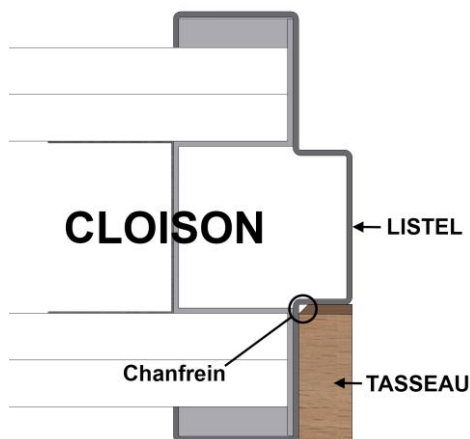

Figure 1
- **Tasseau dans feuillure/contre feuillure** : Retirer le film adhésif du double-face et positionner le tasseau d'habillage de manière à avoir le chanfrein en fond de feuillure (voir **figure 1** p9).
- **Tasseau dans feuillure/contre feuillure** : Retirer le film adhésif du double face et insérer le tasseau d'habillage entre les deux autres tasseaux déjà en place sur les montants, côté double face contre le listel de la traverse de l'huissierie existante (voir **figure 1** p9).
*(voir Figures 1, 2 & 3 p9)